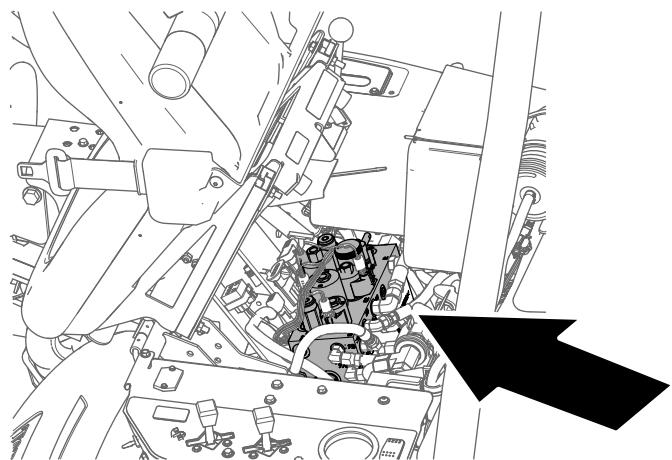

Figure 65
2. Soulevez le siège et bloquez-le en position avec la bécquille (Figure 65).